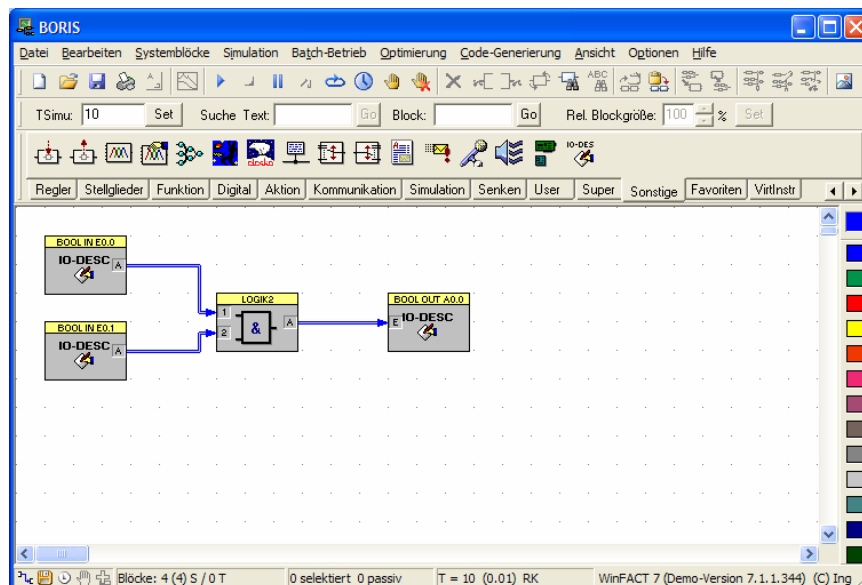

Abbildung 13 BORIS nach Verbinden der Blöcke
7) Verbinden Sie abschließend die Blöcke wie in Abbildung 13 gezeigt.